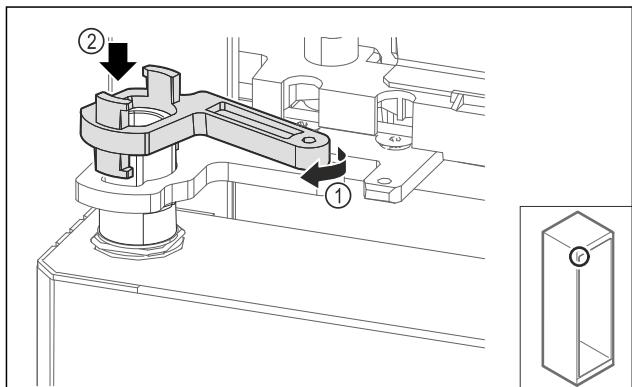

Fig. 62
► Girar ligeramente el bloqueo del soporte de cojinetes Fig. 62 (1) y colocarlo sobre el manguito Fig. 62 (2).